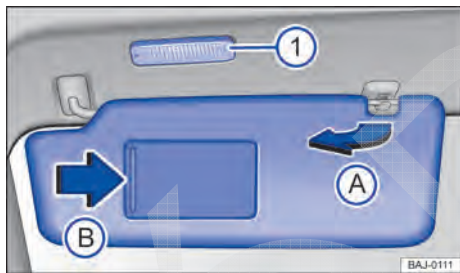

Fig. 86 No revestimento do teto dianteiro: para-sol.
- Retirar o suporte e virar na direção das portas ⇒ Fig. 86 (A).